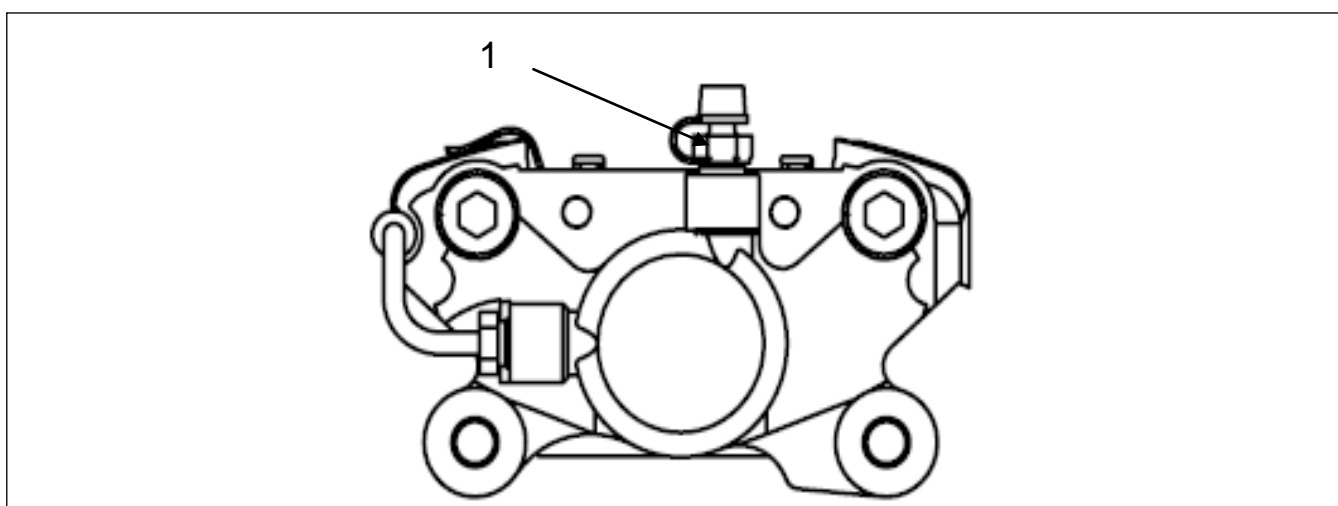

Рисунок 29– Тормозной суппорт
2. Налейте тормозную жидкость в емкость бачка, наденьте трубку на перепускной штуцер 1 (рисунок 29) тормозного суппорта, свободный конец трубки погрузите в тормозную жидкость, залитую в специальную емкость;